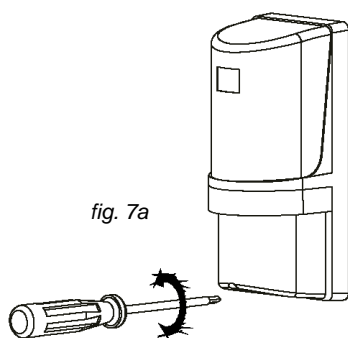

fig. 7a
- Rimuovere il coperchio (fig. 7a)